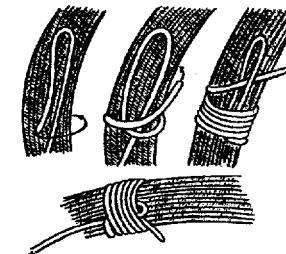

Рис. 64.
- Веревка укороченной петли в бухте вытягивается в сторону от маркировочного узла, пока петля маркировочного узла не затянется и не обожмет ходовой конец (рис. 64).